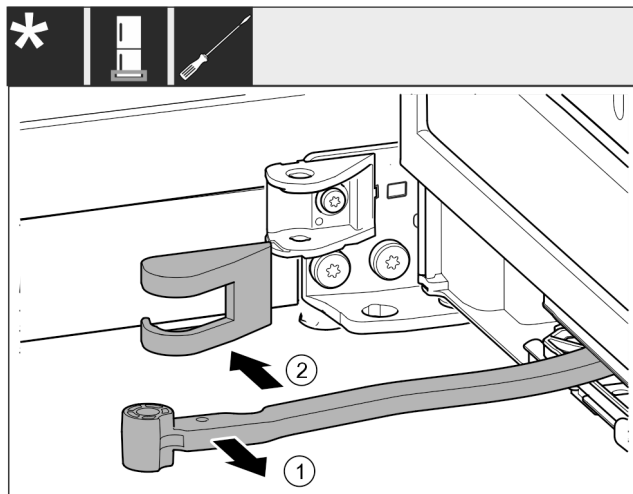

Fig. 16
- Girar la articulación en dirección a la puerta. Fig. 16 (1)
- Retirar la cubierta del soporte de apoyo. Fig. 16 (2)